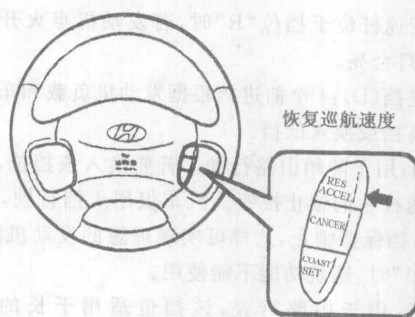

图0-7 恢复巡航车速
- ① 按下“CANCEL”按钮。
- ② 踩下制动踏板。
- ③ 将自动变速器杆置于“N”位置。
- ④ 减低车速,使其小于40km/h。
- ⑤ 降低车速,使它低于15km/h。
- ⑥ 松开主开关。
(3) 恢复巡航车速,见图0-7,按下“RESUME (ACCEL)”按钮,车辆将自动恢复先前取消的速度(40km/h以上)。
(4) 提高巡航速度